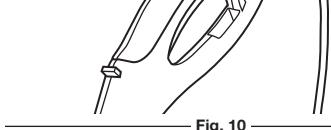

Fig. 14
- Apriete y suelte el botón de alimentación manual, mientras tira ligeramente de una de las líneas hasta llegar a la cuchilla de línea (Fig. 14).